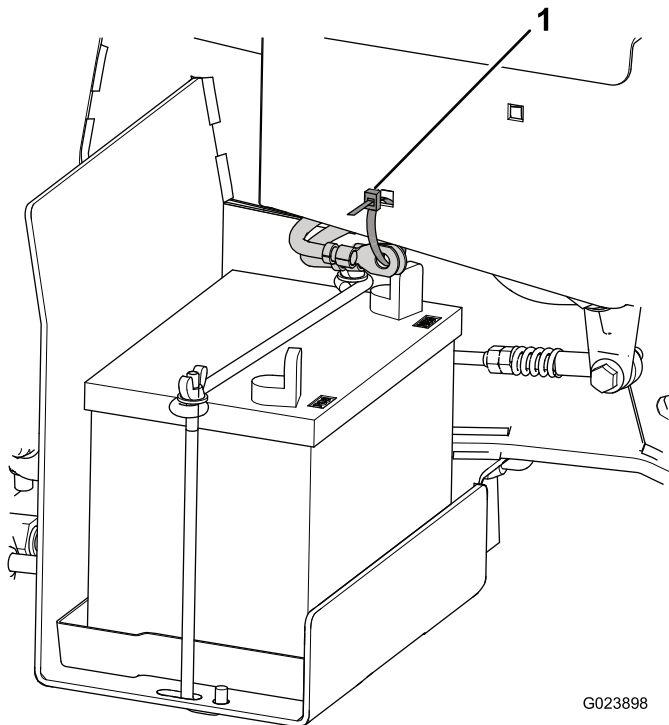

Bild 4
- Schneiden Sie die Kabelbinde durch, mit der die Batteriekabel am Rahmen befestigt sind, und werfen Sie die Kabelbinde weg (Bild 4).